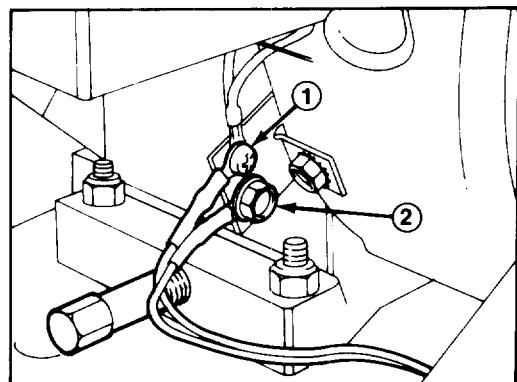

Figure 8
1. Enlevez la vis à tête Phillips, et le fil, du support du moteur, installez le fil à trou de plus petit diamètre et fixez de nouveau au support du moteur (Fig. 8).
2. Introduisez la vis à tête à collet dans le grand trou dans le fil restant, et installez dans le trou inférieur dans le support du moteur (Fig. 8).